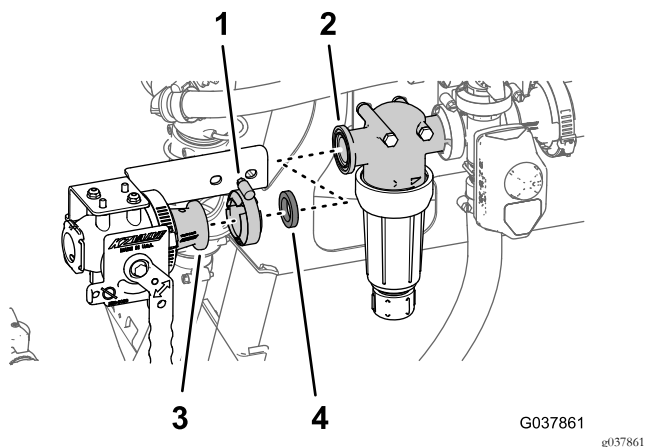

Bild 63
- Fluchten Sie den Flansch des Ejektorabstellventils und die Dichtung (25 mm x 35 mm) mit dem Flansch des Filterkopfes aus (Bild 63).
- Befestigen Sie das Ejektorabstellventil mit einer Flanschklammer (40 mm bis 64 mm) am Filterkopf (Bild 63).